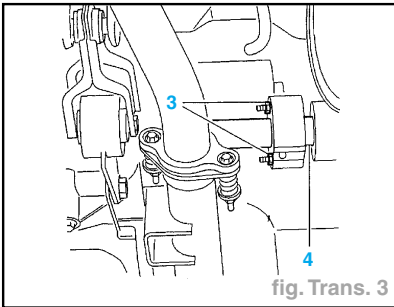

fig. Trans. 3
- Desserrer les écrous (3) (fig. Trans. 3).
- Déposer la transmission (4).
- la transmission (4) dans le palier (fig. Trans. 3),
- Serrer les écrous (3).